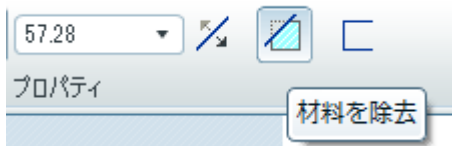

図 2-13 「材料を除去」の指定
- ・ダッシュボードの材料除去をクリックする(図 2-13)。